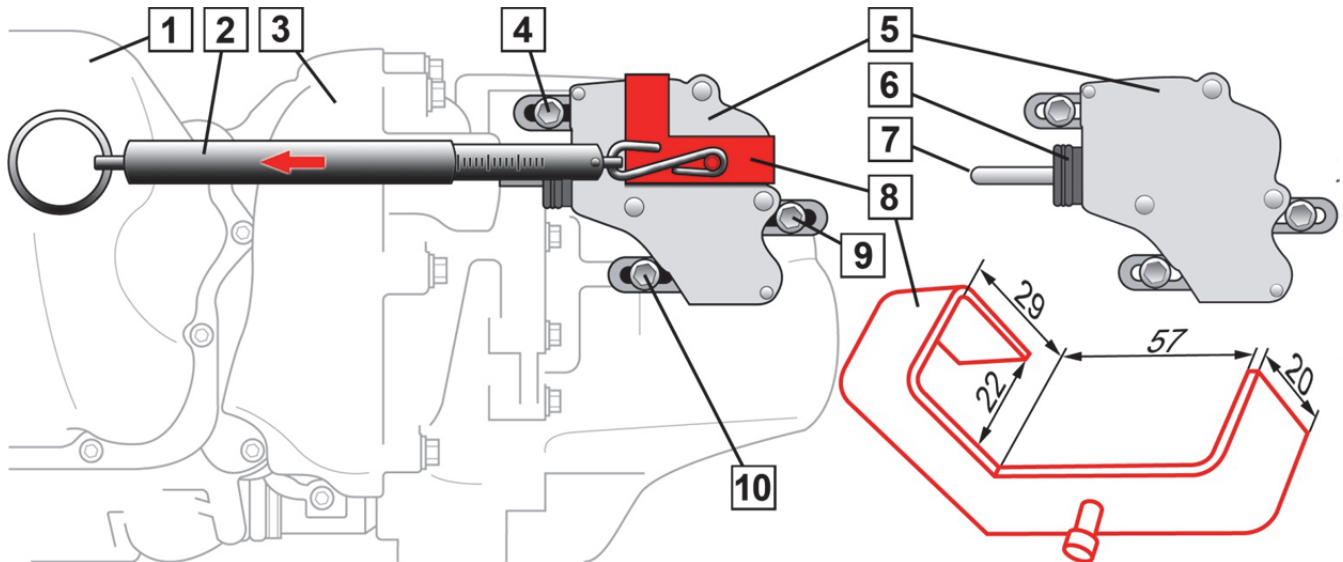

Fig. 1: Actionneur d'embrayage avec peson de réglage de la tension initiale
1. Positionnez l'actionneur d'embrayage (5) de sorte que le poussoir (7) soit bien positionné sur le porte poussoir du levier de débrayage.
4. Placez l'outillage spécialisé (8) sur l'actionneur d'embrayage (5).
5. Accrochez le peson (2) à l'outillage spécialisé (8) et serrez dans le sens de la flèche (fig. 1).
6. Accrochez le peson (2) à l'outillage spécialisé (8) et serrez dans le sens de la flèche (fig. 1).